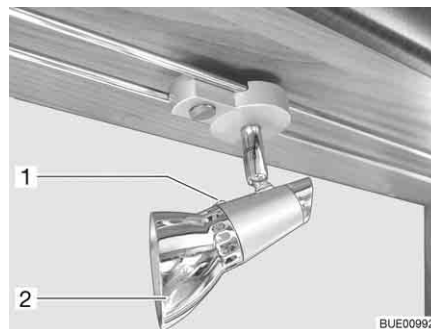

Fig. 221 Faretto alogeno (mobile)
- Svitare la vite di fissaggio (Fig. 221,1).
- Rimuovere il paralume (Fig. 221,2).